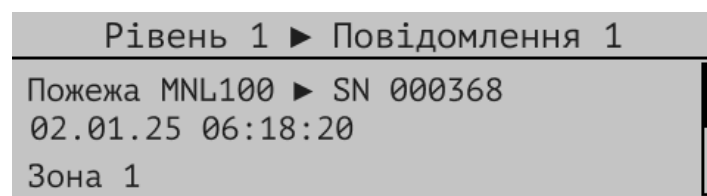

Рисунок 8.4.1 – Приклад вікна повідомлення режиму пожежної тривоги
8.4.2 Повідомлення цього режиму мають найвищий пріоритет для відображення на дисплеї. На Рис. 8.4.1 показане вікно з повідомленням після переходу ППКП в режим пожежної тривоги.
На Рис. 8.4.2 показане вікно з додатковою інформацією щодо місця виникнення пожежі. Таке вікно з'являється, якщо вибрати рядок з повідомленням про пожежу, аналогічний тому, який показаний на Рис. 8.4.1, та натиснути кнопку . У вікні (Рис. 8.4.2) вказується: